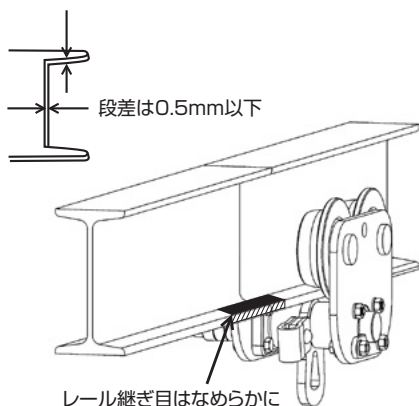

図6 レール継ぎ目はなめらかに
- (13) レールの接合部における段差は、左右、上下方向共に0.5mm以下に合わせ、トロリのローラ（車輪）が走る部分はグラインダー仕上げをしてください。図6